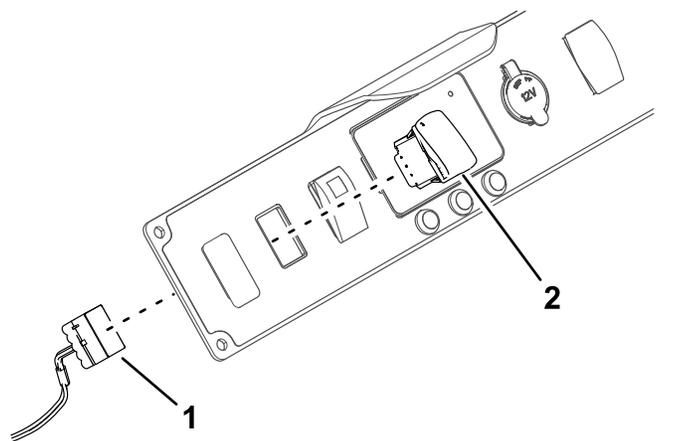

Рисунок 12
- 10. Удалите вторую заглушку с плоской крышки консоли и установите переключатель (Рисунок 12). Подсоедините жгут проводов к переключателю.